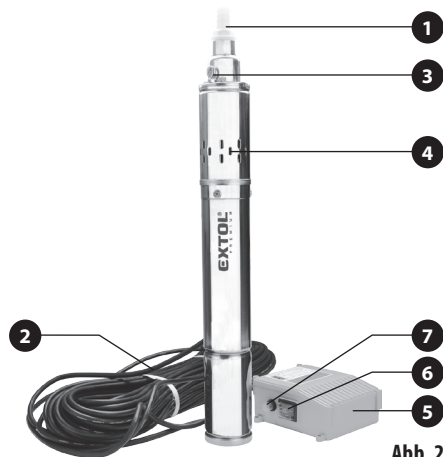

Abb. 2, Position-Beschreibung
- Schrauben Sie den mitgelieferten Kunststoffschlauchanschluss in die Pumpenaustrittsöffnung für den Förderschlauch (Abb. 2, Position 1). Vor dem Anschrauben des Endstücks empfehlen wir ein Teflonband um das Gewinde zu wickeln, damit dies abgedichtet wird.
- Überprüfen Sie, ob die Ansaugöffnungen der Pumpe sauber und frei sind (Abb. 2, Position 4). Wenn sie verschmutzt oder undurchlässig sind,
- Nehmen Sie die Pumpe in Betrieb, indem Sie den Betriebsschalter am Steuergerät (Abb. 2, Position 6) auf Position „I“ stellen.
- Falls die Pumpe überlastet wurde, hat der Sicherheitsschutz im Steuergerät angesprochen. Beseitigen Sie die Ursache der Überlastung und drücken Sie nach einer langen Pause (einige Minuten) die Taste am Steuergerät (Abb. 2, Position 7), um den Überlast- und Kurzschlusschutz zu deaktivieren.